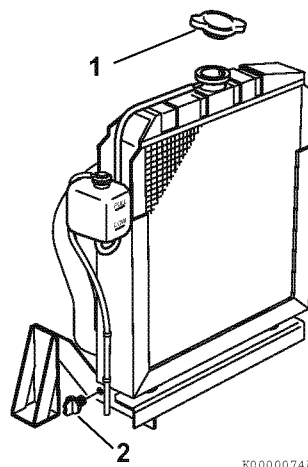

Рисунок 16
2. Снимите крышку радиатора (1, Рисунок 16).
3. Извлеките сливную пробку или откройте сливной краник (2, Рисунок 16) внизу радиатора и слейте охлаждающую жидкость.